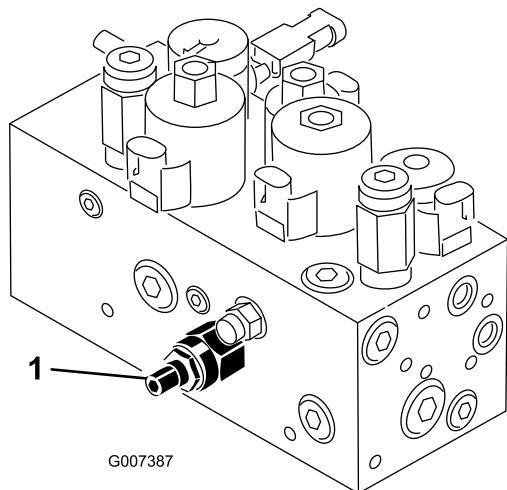

Figura 46
Il circuito di sollevamento/abbassamento degli apparati di taglio è provvisto di una valvola di regolazione del flusso (Figura 46). Questa valvola è preimpostata in fabbrica a circa 3 giri di apertura, ma può essere necessario regolarla per compensare le differenze di temperature del fluido idraulico, velocità di tosatura, ecc.
1. Alzate il sedile e individuate la valvola di regolazione del flusso per il telaio di trazione centrale (Figura 46) situata sul lato del collettore idraulico.